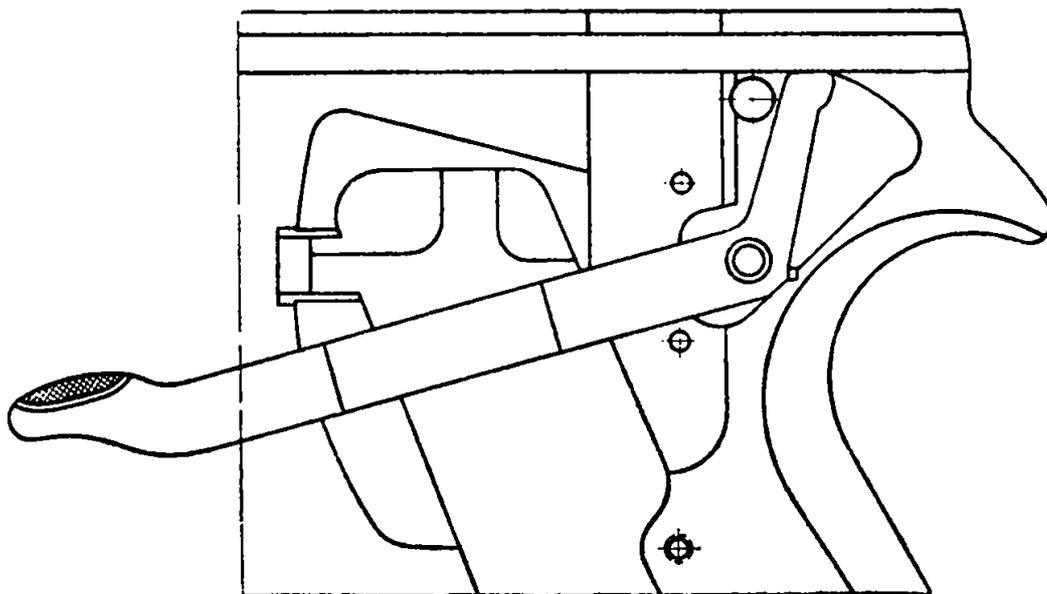

Рис. 7. Предохранитель в положении „Предохранение“
Ударно-спусковой механизм состоит из курка *14* с тягой *18* и осью *15*, боевой пружины *19*, шептала *16* с пружиной *38*, спускового крючка *27* с пружиной *34*, спусковой тяги *35* с пружиной *36* и предохранителя (см. рис. 7, 8 и 9).
Предохранитель (см. рис. 7, 8 и 9) служит для ограничения отвода нижней части шептала *16* назад и тем самым исключает возможность срыва курка с боевого взвода.
3. Отделить затвор: большим пальцем правой руки взвести курок, а большим пальцем левой руки повернуть рычаг предохранителя вниз, поставив предохранитель в положение «Предохранение» (рис. 7); затем, оттягивая затвор за задние рифленые выступы, отделить его от рамки.